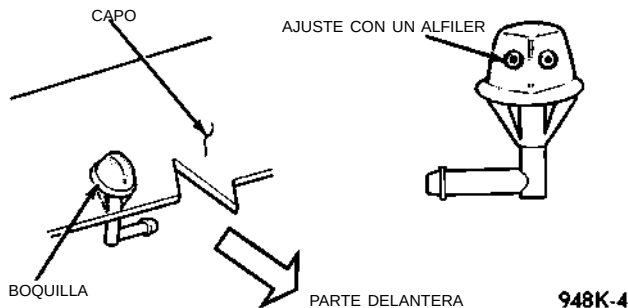
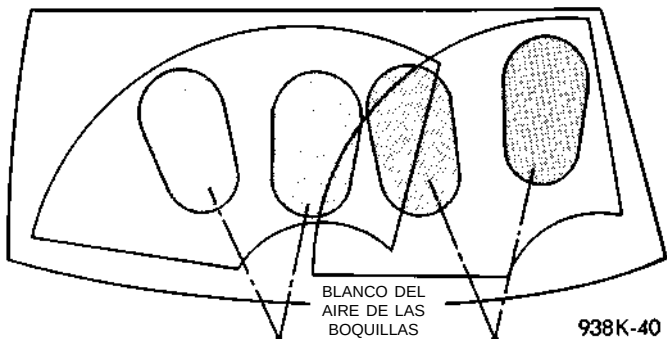

Fig. 1 Boquilla del lavador de parabrisas
Fig. 2 Trayecto del lavador del limpiaparabrisas
Este modelo está equipado con dos boquillas del lavador emplazadas en el capó. Cada boquilla emite dos chorros en el trayecto del limpiaparabrisas (Fig. 1). Si el rendimiento de las boquillas no es satisfactorio, éstas pueden ajustarse. Para ello, inserte un alfiler en la esfera de la boquilla y muévala hasta la posición correcta (Fig. 2). Las boquillas derecha e izquierda son idénticas.
- (1) Desconecte de la boquilla la manguera del líquido del lavador.
- (2) Con alicates de puntas delgadas, apriete una contra otra las dos lengüetas de cierre de la boquilla (Fig. 1).
- (3) Retire la boquilla.